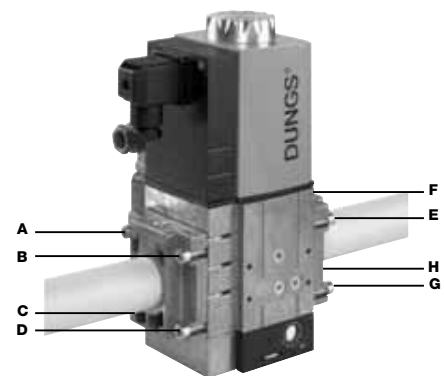

Рис. 9
2. установить устройство MBC....SE и уделить особое внимание прокладкам O-Ring (Рис. 9)